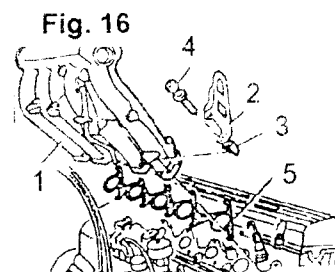

Fig. 16
*Nota: remover uniformemente el perno del enchufe (4). Quitar el empaque (5) (Fig. 16).*